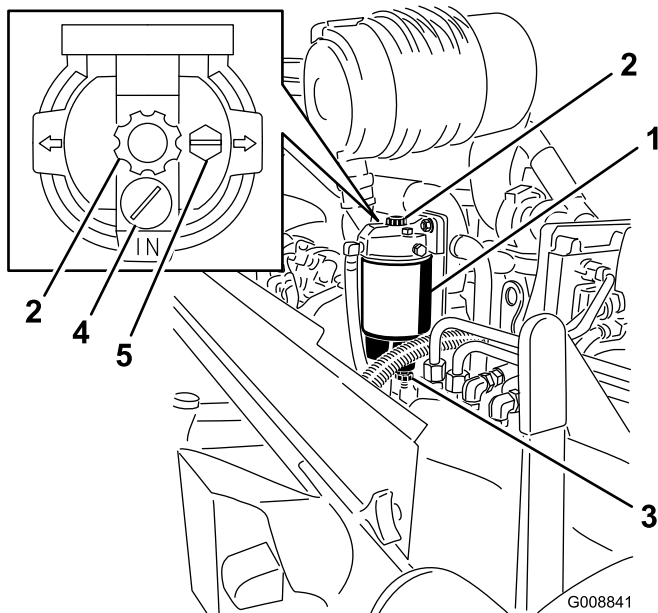

Figura 62
1. Coloque un recipiente limpio debajo del separador de agua (Figura 62).
2. Abra el tapón de vaciado y accione la bomba para drenar los contaminantes (Figura 62).
2. Drene parte del combustible aflojando el tapón de ventilación y abriendo el tapón de vaciado (Figura 62).